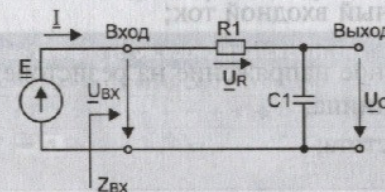
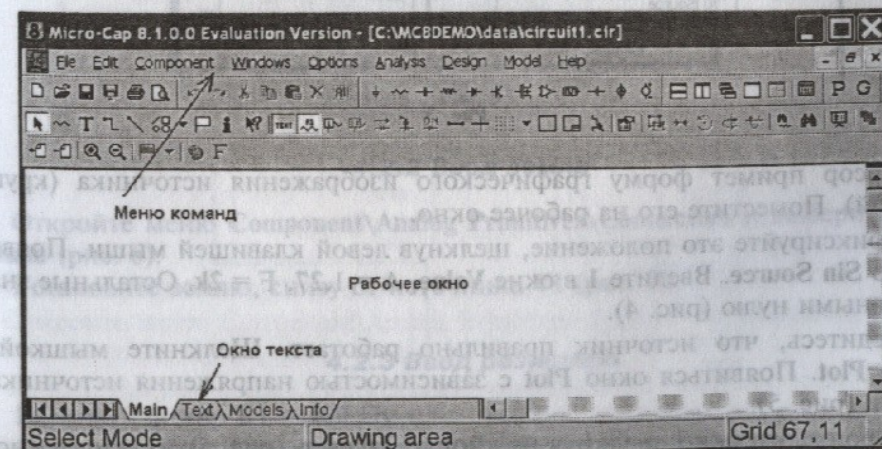

Рис. 1
Рис. 2
3.1. Рассчитать граничную частоту  $f_{гр}$  для RC-цепи (рис. 1), если  $R_1 = 100 \text{ Ом}$ , а  $C_1 = 219 \text{ нФ}$ .
3.2. Рассчитать для RC-цепи (рис. 1) отношение  $f/f_{гр}$ , значения емкостного сопротивления  $X_C$ , модули входного сопротивления  $Z_{вх}$ , аргумента входного сопротивления  $\varphi_Z$ , модули тока в цепи  $I$ , падения напряжения на резисторе  $U_R$  и модули напряжения на конденсаторе  $U_C$ , на частотах  $f = 2, 4, 6, 8, 10, 12, 14 \text{ кГц}$ ,  $E = 0,9 \text{ В}$ . Результаты расчетов занести в таблицу 1.
Исследуем входные частотные характеристики RC-цепи (рис. 1).
В появившемся окне Micro-Cap 8.1.0.0 Evaluation Version (рис. 2) собрать схему для измерения частотных характеристик (рис. 1).
Собрать схему с источником синусоидального напряжения, резистором и конденсатором (рис. 1).